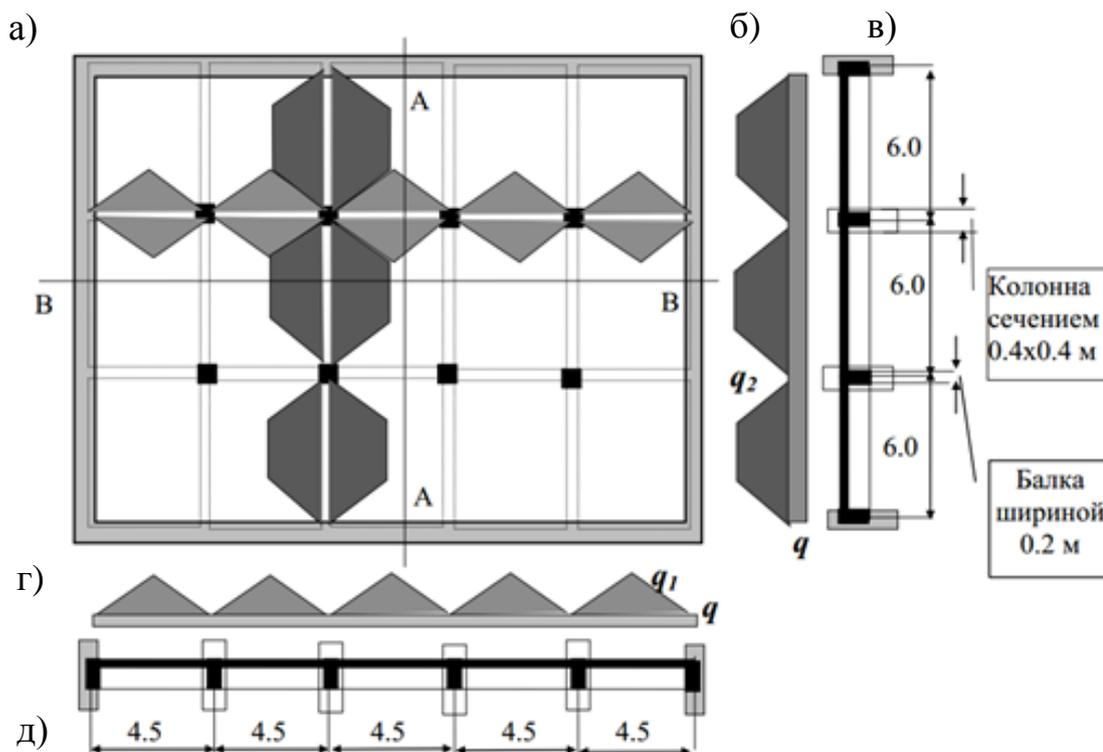

Рис. 7. К задаче 11: Ребристое перекрытие
**Задача 11.** Определить нагрузку, действующую на продольные и поперечные балки (ребра) монолитного железобетонного ребристого перекрытия. Составить расчетную схему продольных и поперечных балок. Толщина плиты 12 см, сечения ребер (продольных и поперечных балок)  $20 \times 50$  см. План и разрезы здания представлены на рис.7. Размеры здания в плане  $18 \times 22,5$  м, железобетонные колонны сечением  $40 \times 40$  см, сетка колонн  $4,5 \times 6$  м. Стены кирпичные, несущие. Ось стены проходит на расстоянии 20 см от внутренней грани. Полезная временная нормативная нагрузка на перекрытие 6 кПа.